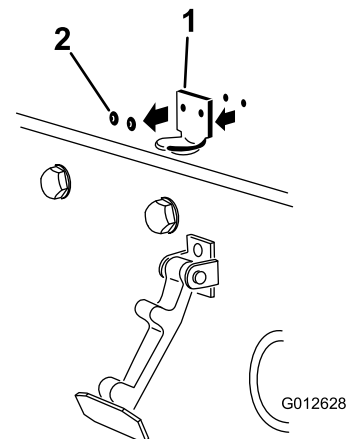

Figure 4
2. Retirez les (2) rivets qui fixent le support du verrou au capot (Figure 4). Enlevez le support du verrou du capot.
3. Alignez les trous de montage et positionnez le support du verrou CE et le support du verrou de capot sur le capot. Le support du verrou doit être appuyé contre le capot (Figure 4). Ne retirez pas le boulon et l'écrou du bras du support du verrou.